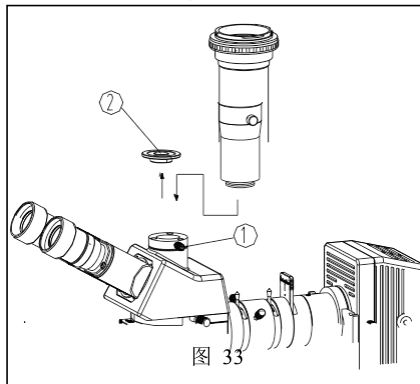

图 33
### 摄影装置的安装和使用 (图 33、34)
- (1) 松开三目观察筒上的锁紧螺钉①，将三通防尘盖②取出。
- (2) 将摄影装置按图示方向装入三通接口，并拧紧锁紧螺钉①（如图 33）